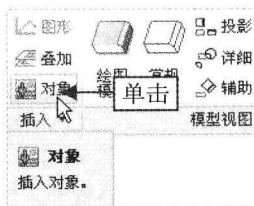

图 12-115 单击“对象”按钮
Step 02 在“功能区”选项板的“布局”选项卡中,单击“插入”面板中的“对象”按钮,如图 12-115 所示。